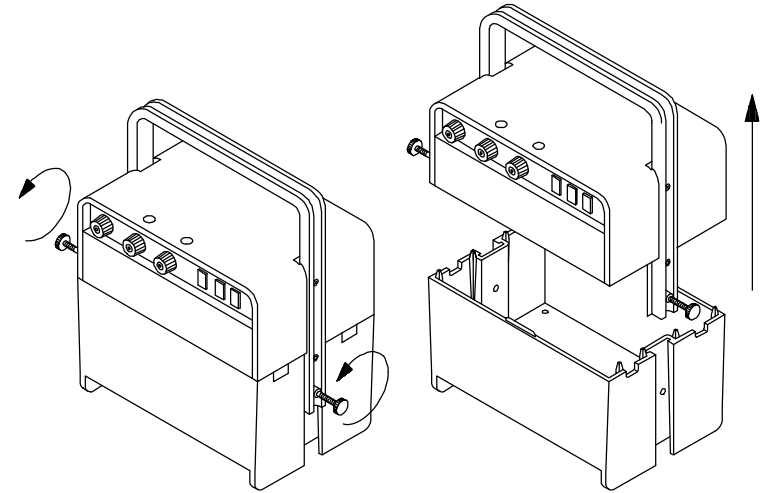

Fig. 4a
Auf Wunsch kann ein 2W und 10W Solarpanel geliefert werden, das fest auf das Gerät montiert und mit diesem zusammen nach Süden ausgerichtet wird (Seite 5, Fig. 4a/b). Zwei Betriebsarten sind möglich:
1.) Batteriezusatzversorgung (Seite 5, Fig. 4a): Die Solaranschlußkabel werden durch die Belüftungsschlitze im Unterteil eingeführt und parallel zu einer Trockenbatterie an die + und - Stifte angesteckt. Bei ausreichendem Lichteinfall, auch noch bei bewölktem Himmel, übernimmt das Panel die Geräteversorgung, die Batterie wird nicht entladen. Bei Dunkelheit oder nicht ausreichendem Lichteinfall übernimmt die Batterie die Stromversorgung. In der Praxis wird die Einsatzdauer einer Batterie mit Solarversorgung mehr als verdoppelt.
Solarisation: Un panneau solaire de 2 Watts et de 10 Watts est livré sur demande. Une fois monté, il doit être orienté plein Sud (page 5, fig. 4a/b). Deux modes de fonctionnement sont alors possibles:
Utilisation sur piles (2) 9 volts (Fig. 4a): Les deux câbles sont passés au travers des trous de ventilation prévus dans le boîtier de l'appareil. Ils seront connectés en parallèle au moyen des cosses + et -. Dans des conditions normales de luminosité (même avec un ciel nuageux) le panneau alimente l'électrificateur directement, la pile étant sauvegardée. Si la luminosité est insuffisante, c'est la pile qui assure automatiquement l'alimentation de l'appareil. Ce système permet de doubler la durée réelle d'utilisation des piles.